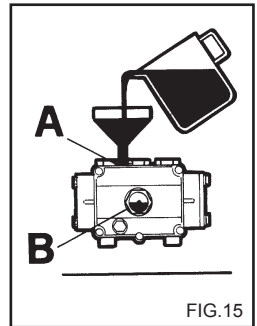

FIG.15
- 4) Atarraxe a tampa de descarga e introduza o óleo pelo orifício superior (fig. 15) até que alcance o nível indicado no visor (fig. 15B).